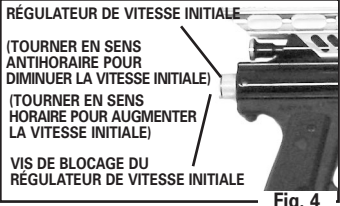

Fig. 4
- Pour augmenter la vitesse initiale, dévisser la VIS DE BLOCAGE DU RÉGULATEUR DE VITESSE INITIALE de 1/2 tour avec une clé hexagonale coudée, puis tourner le RÉGULATEUR DE VITESSE INITIALE en sens horaire (fig. 4).